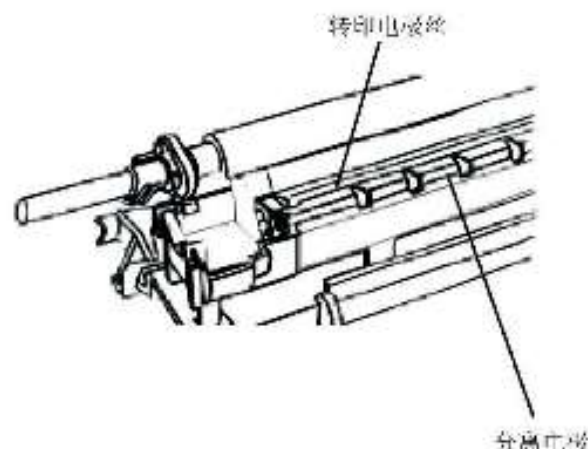

图 1 转印/分离电极
2. 将刷刷沾湿了去膜剂或通用清洁剂润湿后清洁转印电极丝(图 1)。